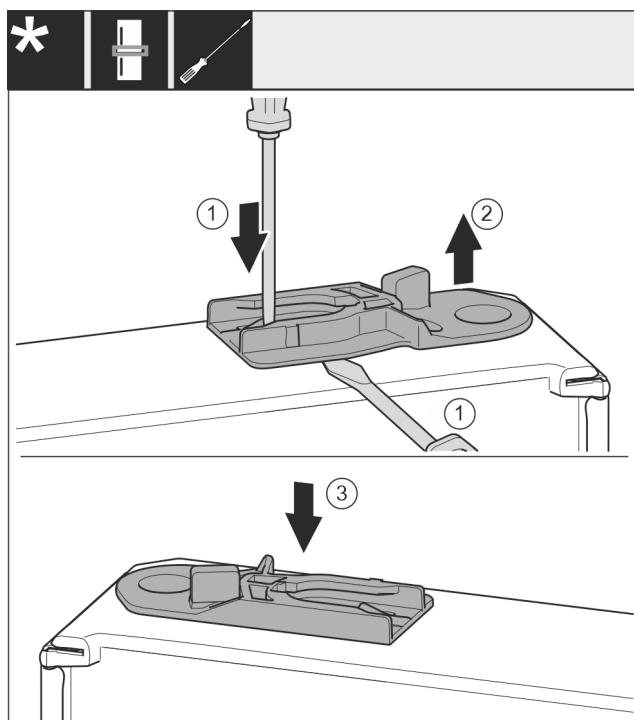

Fig. 39
- ▶ Træk styrebøsningen ud: Tryk på lasken *Fig. 39 (1)* med en kærveskruetrækker, og flyt den samtidig ind under styrebøsningen *Fig. 39 (2)* med kærveskruetrækkeren.
- ▶ Skub den medfølgende styrebøsning *Fig. 39 (3)* ind på den anden side af huset.